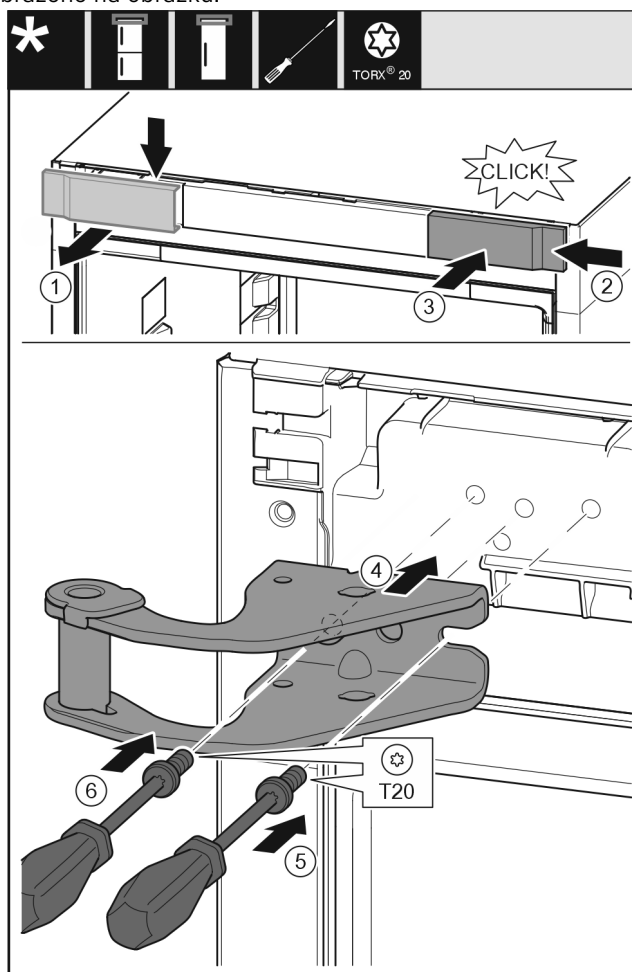

Fig. 31
- ▶ Odoberte kryt zhora dopredu. Fig. 31 (1)
- ▶ Kryt zaveste na druhú stranu sprava otočený o 180°. Fig. 31 (2)
- ▶ Kryt zaklapnite. Fig. 31 (3)
- ▶ Nasad'te hornú ložiskovú konzolu. Fig. 31 (4)
- ▶ Skrutku nasad'te a pevne zaskrutkujte skrutkovačom T20. Fig. 31 (5)
- ▶ Skrutku vložte a pevne zaskrutkujte skrutkovačom T20. Fig. 31 (6)